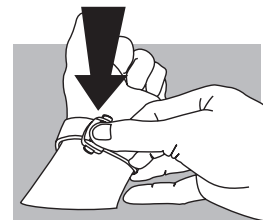

fig. 2
### Come funziona la valvola a elio? (fig. 2)
**Chiusura (fig. 2):** allacciare al polso l'orologio OMEGA e richiudere il "portafoglio" premendo con il pollice. Attenzione a premere bene fin quando si sente un "clic" (fig. 2).